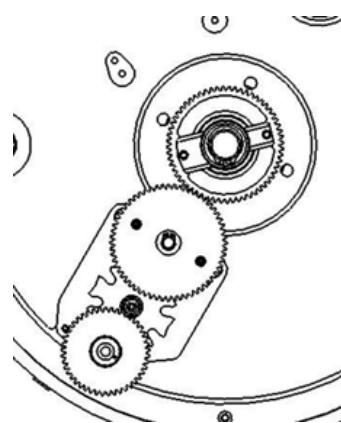

Рисунок 28 Положение наладки
- 1) При установке выемной части контактора убедиться, что избиратель и шестерня на дне цилиндра находится в положении наладки (Рисунок 28).